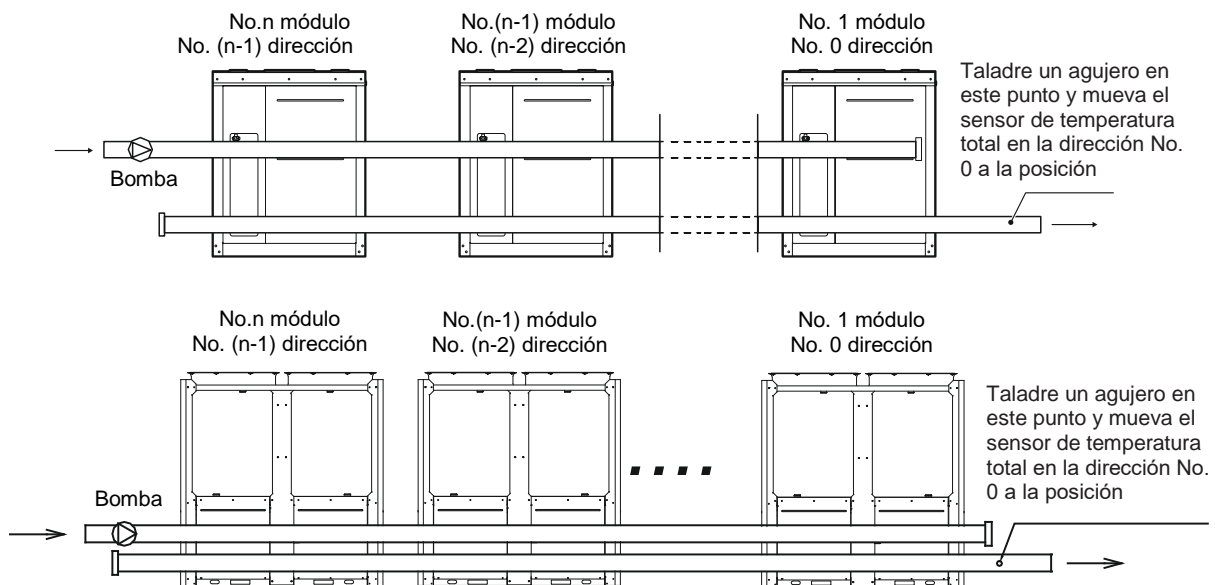

Fig.8-28 Instalación de más módulos (no más de 16 módulos)
- c) El tubo de entrada del evaporador debe estar equipado con un regulador del flujo deseado para proteger la unidad contra una interrupción del flujo. Los dos finales del regulador del flujo deseado deben ser suministrados con secciones de tubos directos horizontales, cuyo diámetro es cinco veces superior al diámetro del tubo de entrada. El regulador del flujo deseado debe ser instalado estrictamente de acuerdo con la "Guía de instalación y regulación para el regulador del flujo deseado" (fig. 8-28, 8-29). Los conductores del regulador del flujo deseado deben ser llevados a la caja eléctrica a través del cable blindado (véase el Esquema del control eléctrico). La presión de trabajo del regulador del flujo deseado es 1,0 MPa y el diámetro de su interfaz es 1 pulgada. Después de instalar el tubo, el regulador del flujo deseado será ajustado de manera correcta de acuerdo con el flujo de agua nominal de la unidad.